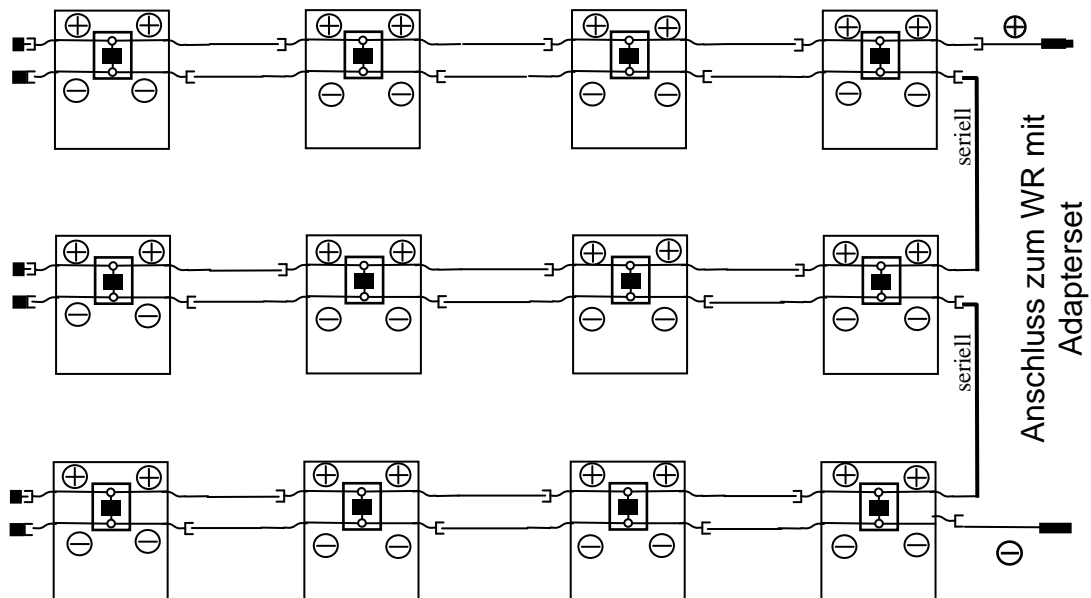
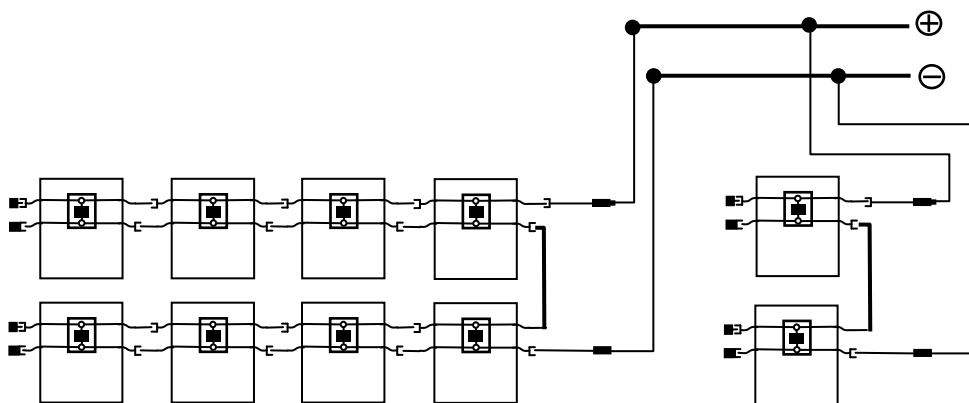
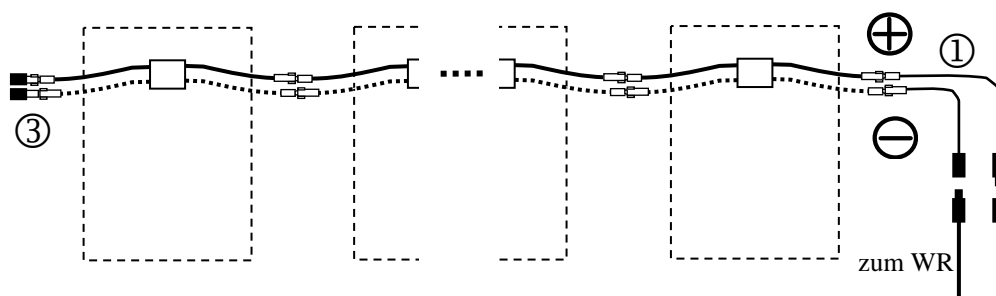

Abbildung 2: Verschaltungs- Schema MA 100T2
Abbildung 5: Bsp. für String- Kombination zu WR Anschluss
Abbildung 11: Prinzipzeichnung WR Anschluss RECHTE Dachseite: (Vorderansicht)
Dabei werden Kabel mit unterschiedlicher Polarität (unterschiedlicher Farbe) miteinander Verbunden. Allerdings nur EINES der zwei freien Kabel pro Anschlussdose. Die zwei freibleibenden Anschlüsse (einer je Endmodul) bilden den Anschluss zum WR bzw. zur nächsten seriellen Verbindung (Abbildung 2).
Im Falle dass mehrere kombinierte Stränge aus parallel und in Reihe geschalteten Modulen an den gleichen Wechselrichter angeschlossen werden muss lediglich die Strangspannung, also die Anzahl der in Reihe geschalteten Module gleich sein. Die Anzahl der parallelgeschalteten Module, d.h. die Stromstärke kann unterschiedlich sein sofern nach der Parallelschaltung in einem Generator Anschlusskasten oder intern im Wechselrichter die zulässige Leistung des Wechselrichters nicht überschritten wird (Abbildung 5).
Die vorkonfektionierten Adapterkabel sind für den polungsrichtigen Anschluss an den WR auf der *rechten* Dachseite vorbereitet (Abbildung 11). Dabei werden lediglich die Adapterkabel (1) mit den freien Sumitomo Steckverbindern am Modul verbunden und MC seitig ergibt sich damit der polungsrichtige Anschluss für die Verlängerung zum WR. Die MC Adapterstecker (2) kommen bei dieser Variante NICHT zum Einsatz. Identisch wird vorgegangen wenn zwei oder drei Modulreihen in Serie verschaltet sind. Die Adapterkabel werden dann nicht wie in Abb. 5 an einem Modul angeschlossen sondern an den freien Anschlüssen der Serienschaltung (vergl. Abbildung 2). Die (bis zu drei) freien Enden der Parallelreihen müssen mit den Endsteckern (3) verschlossen werden.